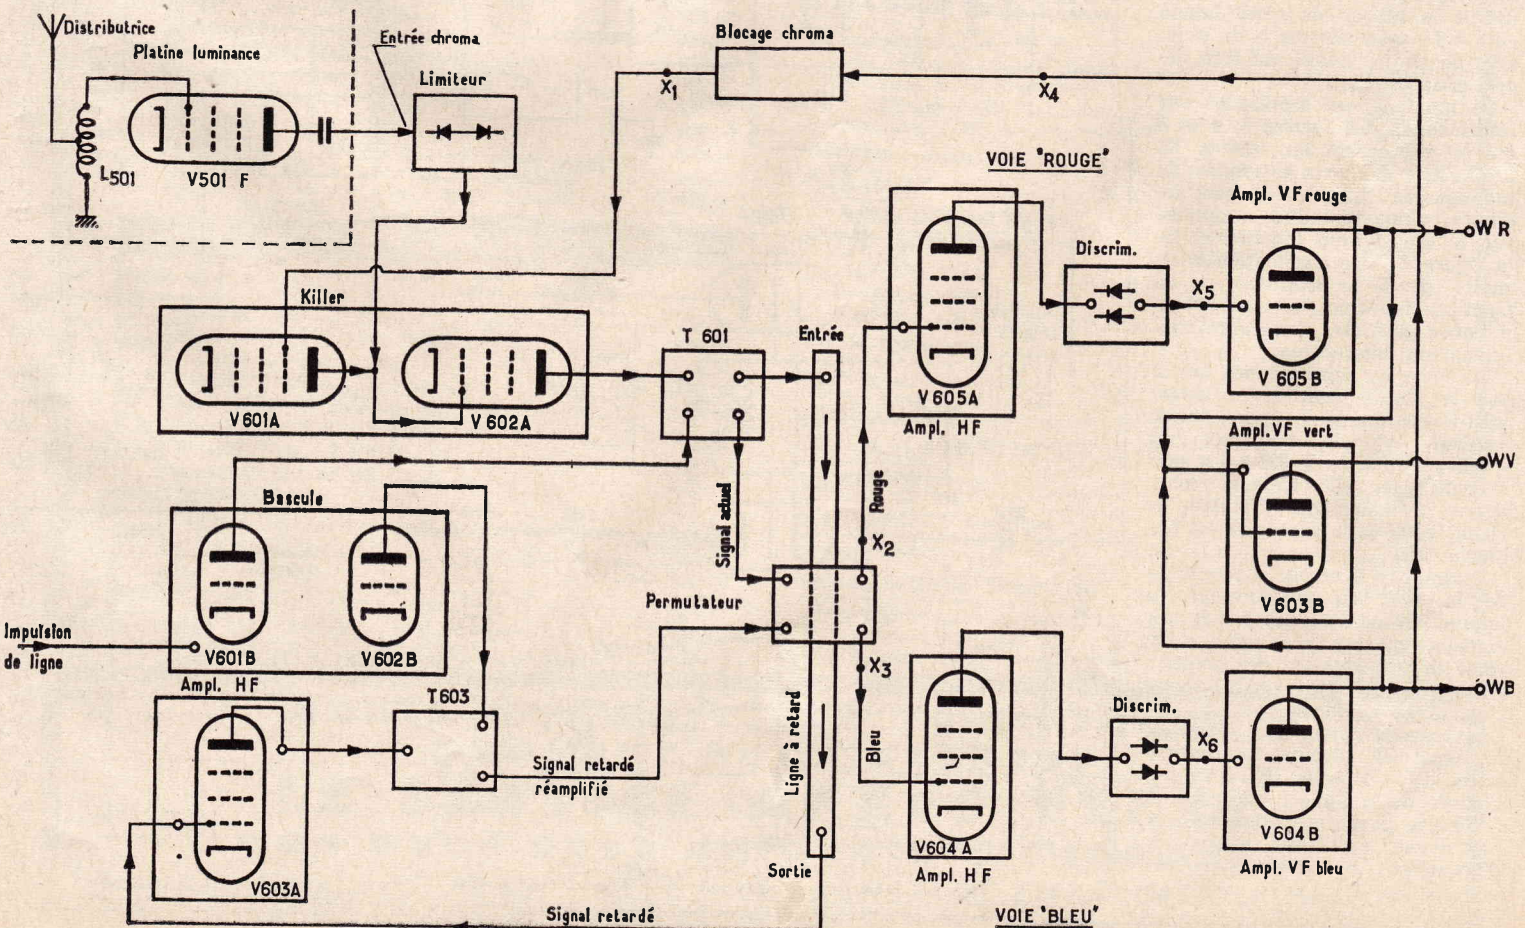
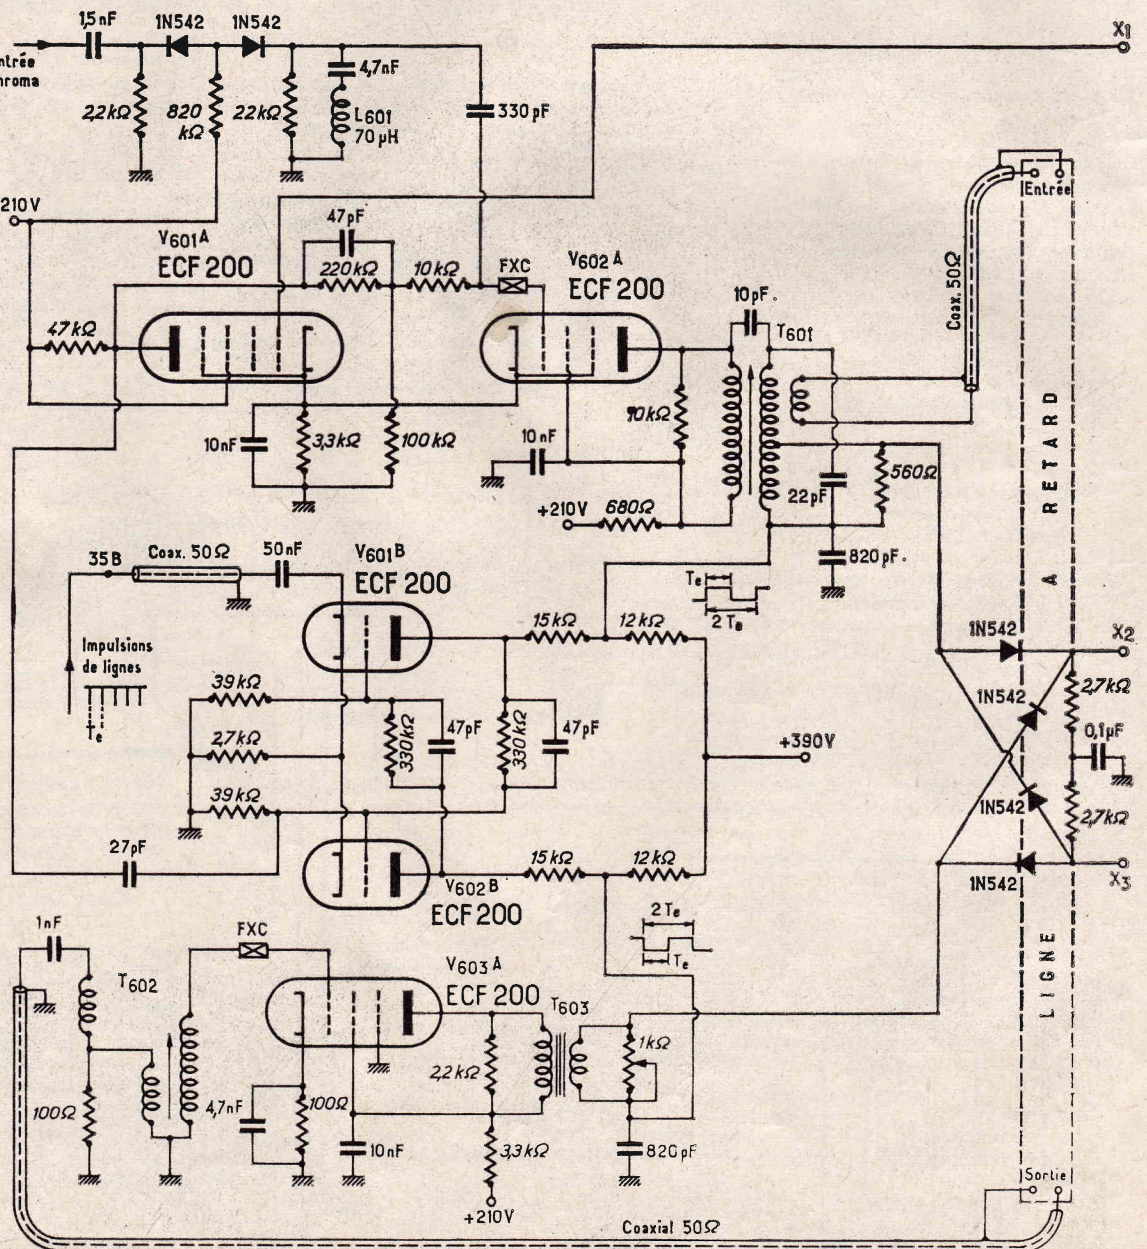

FIG. 2
FIG. 3
La première lampe du circuit de chrominance a été indiquée : il s'agit de la lampe V501F (voir figures 2 et 3 de notre précédent article), précédée du bobinage L501 qui ne laisse passer que les signaux HF de chrominance à modulation de fréquence avec  $f_{\text{ch}}$  = 4,280 MHz, comme on vient de l'expliquer au début du présent article.
Ce montage est représenté par les schémas des figures 3, 4 et 5 qui se raccordent aux points X1 à X6. Les éléments essentiels du montage de chrominance sont indiqués d'une manière simplifiée sur le diagramme fonctionnel de la figure 2. Une explication sommaire de la constitution et du fonctionnement de l'ensemble chrominance peut être donnée en examinant ce diagramme.
Voici maintenant une analyse des divers circuits de l'ensemble chrominance, figures 3, 4 et 5.
1. — Nos maquettes ont été construites sur des plaques de bakélite conformément à la disposition indiquée sur la figure 3 page 77 (n° 1093) ; les divers composants ont été reliés entre eux en câblage conventionnel, c'est-à-dire avec des fils.
Enfin, il est également conseillé de placer le transformateur TR3 *perpendiculairement* aux deux autres (fig. 3, page 77).